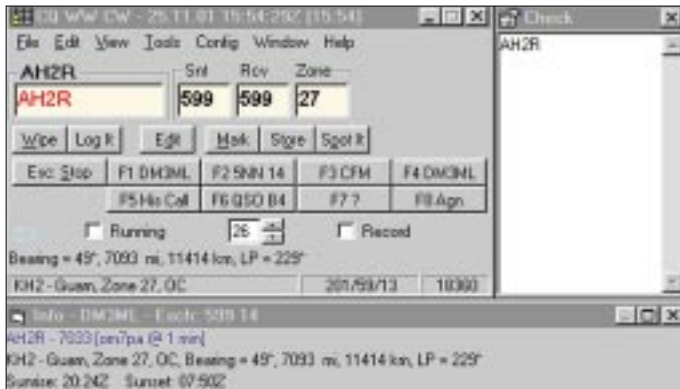

Bild 1: Eingabefenster, Check- und Info-Fenster
Im Eingabefenster (Bild 1) sind eine Reihe von Tasten mit festen Texten (in CW), wav.Files (in SSB) oder Kommandos zum RTTY-Controller getrennt für den Run (CQ)- oder S&P (Such)-Betrieb editierbar. Wird ein Call ins Eingabefenster übernommen, zeigt ein Info-Fenster die wichtigsten Daten, Sonnenauf- und -untergang vor Ort, die Antennenrichtung u.ä. an, und im Check-Fenster werden verwandte Rufzeichen angezeigt.